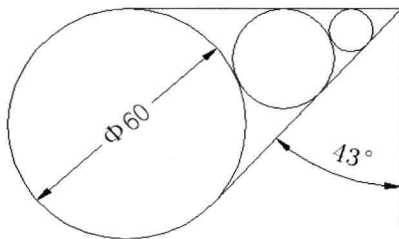

图 3-9-1
(1) 利用临时捕捉功能和圆命令绘图, 如图 3-9-1 所示。